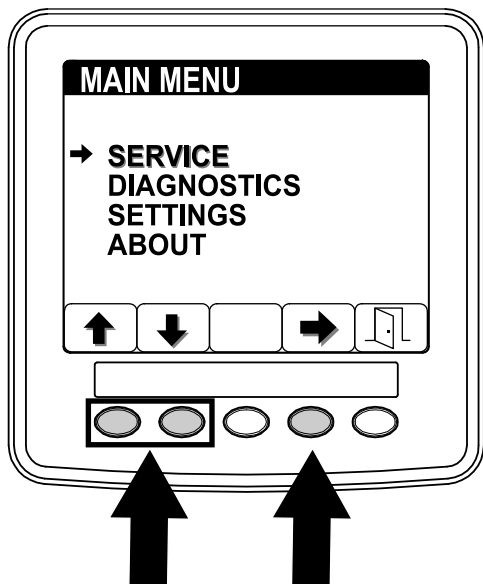

図 49
1. メインメニュー画面から、ボタン1または2を押して整備SERVICEメニューが出たらボタン4でSERVICEメニューに入る 図 49。